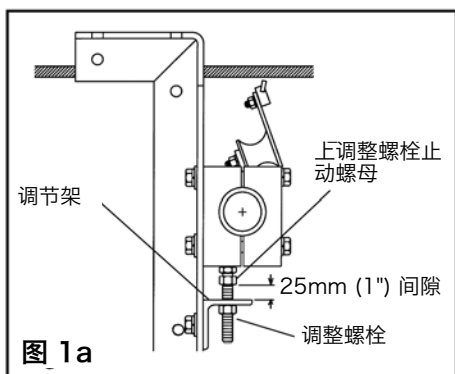

图 1a
- a. 松开调节支架顶部的上调整螺栓止动螺母 25mm (1") (图 1a)。